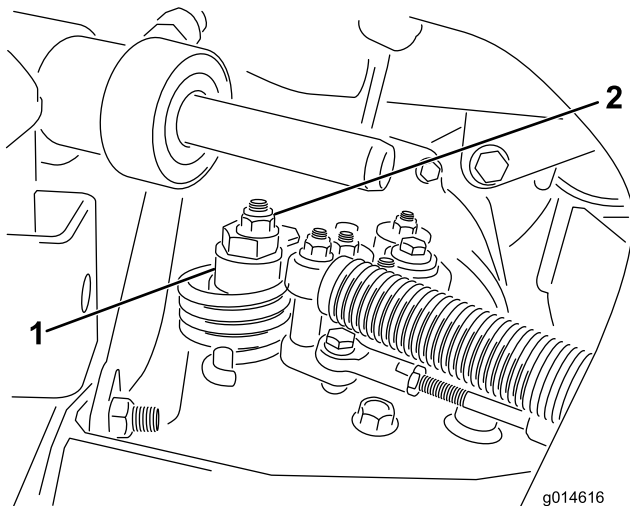

Figure 51
- A. Desserrez l'écrou de fixation de l'excentrique en haut de l'hydrostat (Figure 51).
- C. Tournez l'excentrique jusqu'à ce que la roue ne tourne plus dans aucune direction. Lorsque la roue arrête de tourner, serrez l'écrou pour bloquer l'excentrique et le réglage (Figure 51). Vérifiez le réglage avec la commande d'accélérateur en position bas régime, puis haut régime.